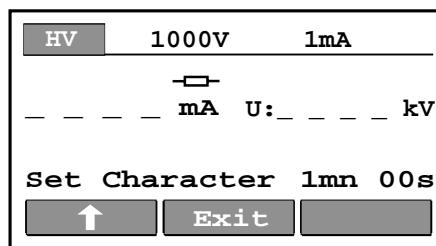

Fig.5. Menu de sélection du caractère de courant de test
- Caractère du courant de test affiché (fig. 5)